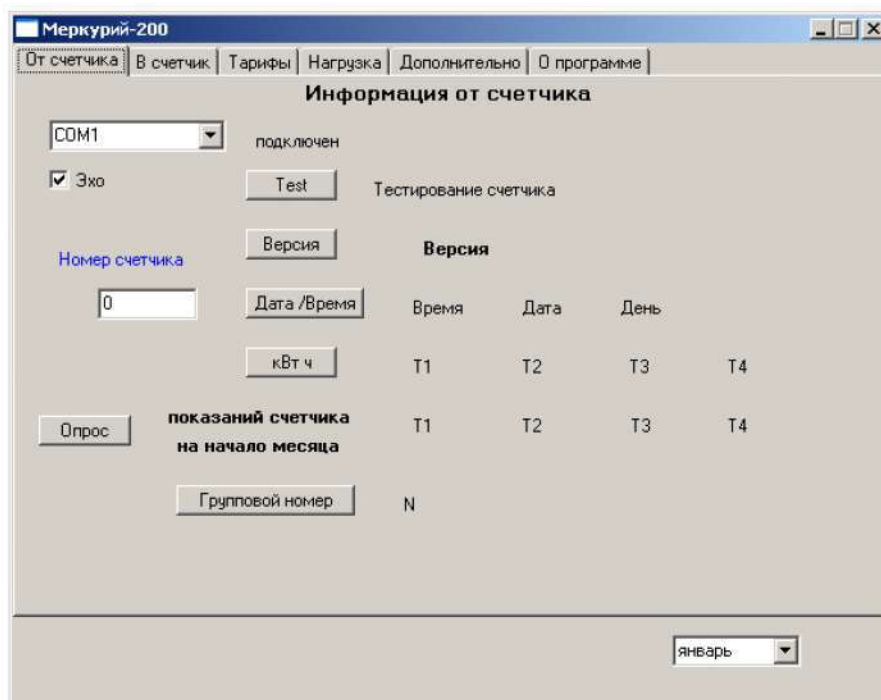

Рис. 3
**5.3.2.4 Запись и считывание текущего времени и даты** Откройте вкладку «**В счётчик**», перед Вами появится окно, изображённое на рисунке 2. Нажмите кнопку «**Запись**» и запишите в счётчик текущее время и дату. Затем откройте вкладку «**От счётчика**» (рисунок 3) и, нажав кнопку «**Дата/Время**», проверьте текущее время и дату.